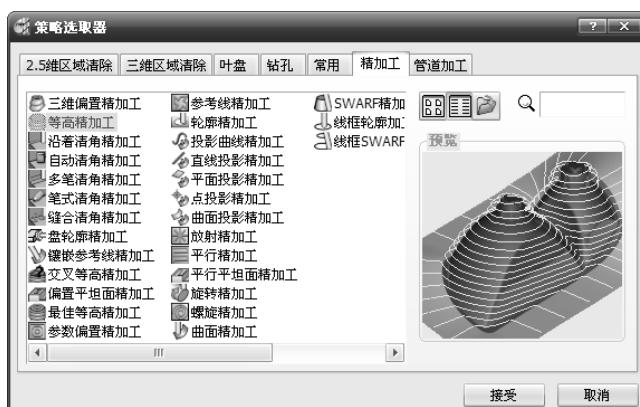

图 3-39 “策略选取器”对话框的“精加工”选项卡
1) 单击主工具栏上的“刀具路径策略”按钮 $\text{S}$ ，弹出“策略选取器”对话框。单击“精加工”选项卡，选择“等高精加工”加工策略，如图 3-39 所示。单击“接受”按钮。